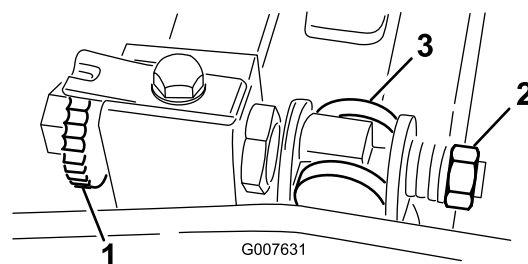

Figura 55
1. Rode o parafuso de ajuste da barra de apoio no sentido contrário ao dos ponteiros do relógio, para afastar lâmina de corte do cilindro (Figura 55).
2. Faça recuar a porca da mola tensora até que a anilha deixe de estar sob tensão contra a barra de apoio (Figura 55).